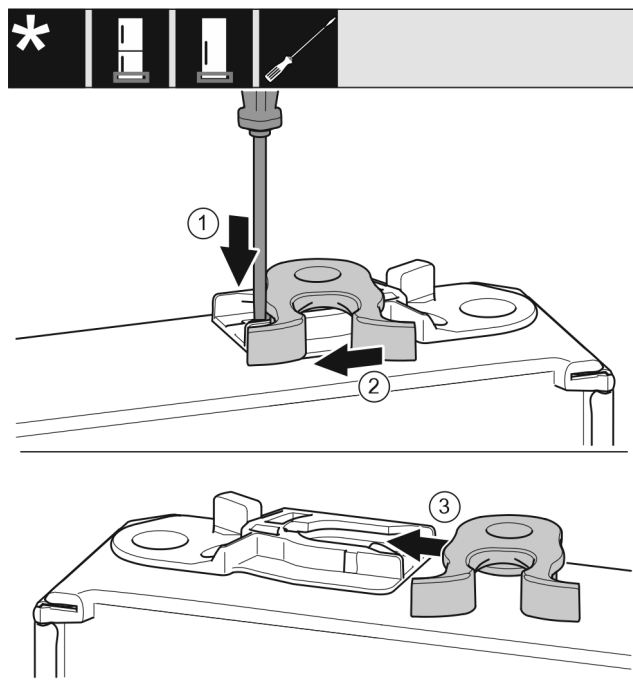

Fig. 17
- Plochým šroubovákem přitlačte lamelu dolů. Fig. 17 (1)
- Vytáhněte petlici z vedení. Fig. 17 (2)
- Petlici zasuňte do vedení na druhé straně. Fig. 17 (3)